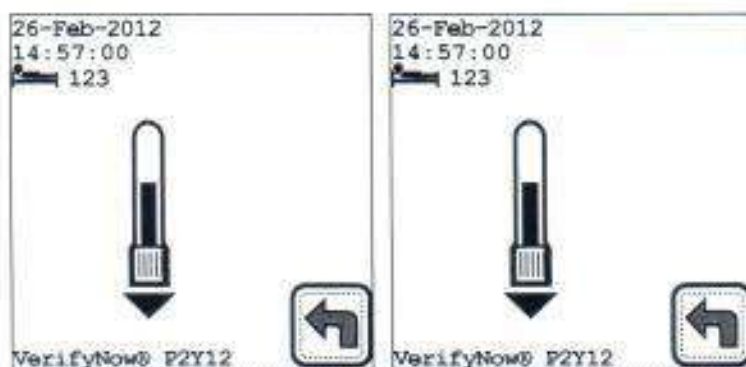

Figura 4-2 Iniciar EQC
3. Pulse la tecla de control de calidad (QC) . Espere a que se muestre la imagen del dispositivo (Figura 4-2).